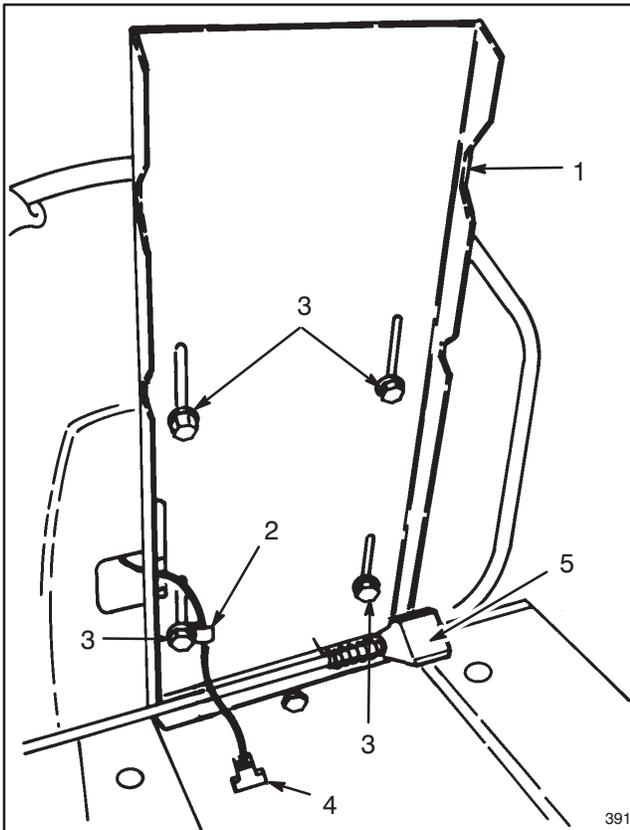

Abbildung 1
1. Den Sitz auf die Basis setzen, das Sitzschalterkabel durch den Schlitz stecken und die Montageöffnungen ausrichten (Abb. 1).
2. Die Drahtklemme über den Sitzschalterdraht schieben (Abb. 1).
3. Unter Verwendung des linken vorderen Montageschlitzes in der Sitzbasis die Drahtklemme lose befestigen und den Sitz mit einer Kopfschraube und Sicherungsscheibe an der Sitzbasis befestigen (Abb. 1).
1. Den Sitz hochkippen, um die Batterie freizulegen. Eine Sitzstrebenverriegelung an der Sitzunterseite verhindert, daß der Sitz bei der Arbeit mit der Batterie zurückfallen kann (Abb. 1).